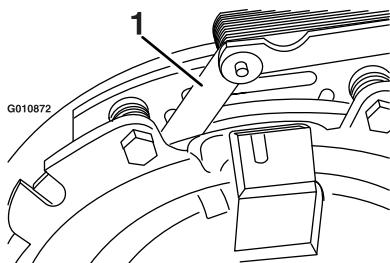
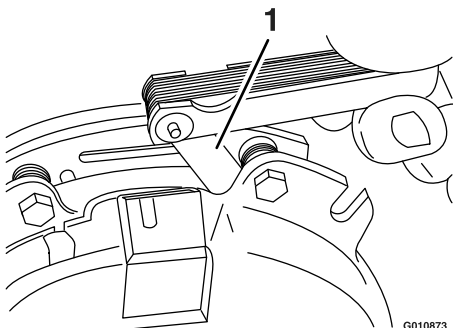

Figure 77
Figure 78
- E. À l'aide d'une jauge d'épaisseur de 0,025 cm (0,010 po), vérifiez qu'il existe un entrefer entre le rotor et la face de l'induit, de chaque côté du pôle de frein, comme montré à la Figure 77 et la Figure 78.